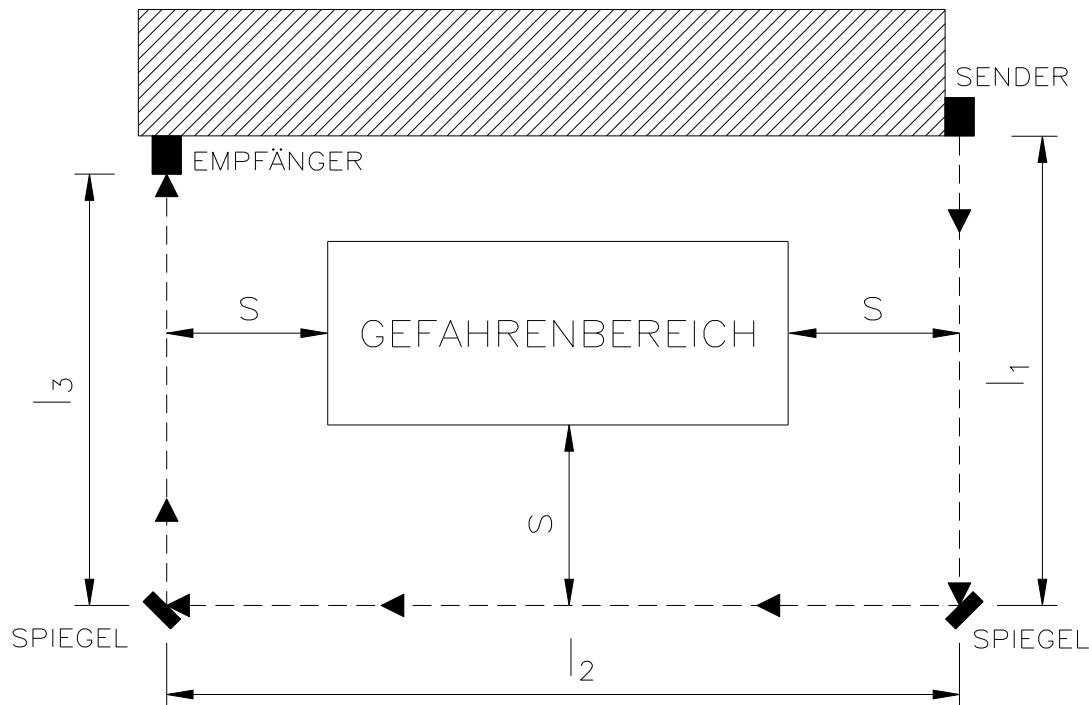

Bild 7 - Ablenkspiegel
- Die Spiegel so positionieren, dass der Mindestsicherheitsabstand S (Bild 7) auf beiden Seiten des Zugangs zum Gefahrenbereich eingehalten wird.